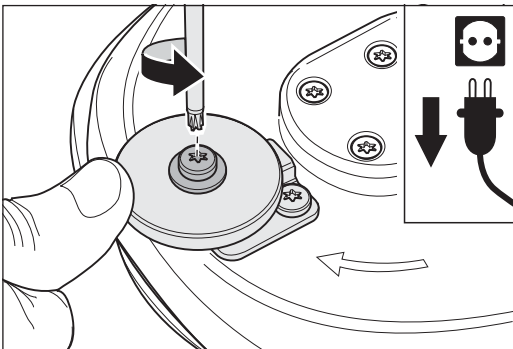

Abb. 69 Die Schraube in der Mitte der Wandschutzrolle lösen.
- 2 Lösen Sie mit dem Universalschlüssel die Schraube in der Mitte der Wandschutzrolle (Abb. 69).